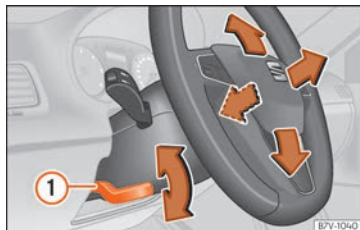

Fig. 26 Réglage mécanique du volant.
- Abaissez le levier » » » **fig. 26** ①.